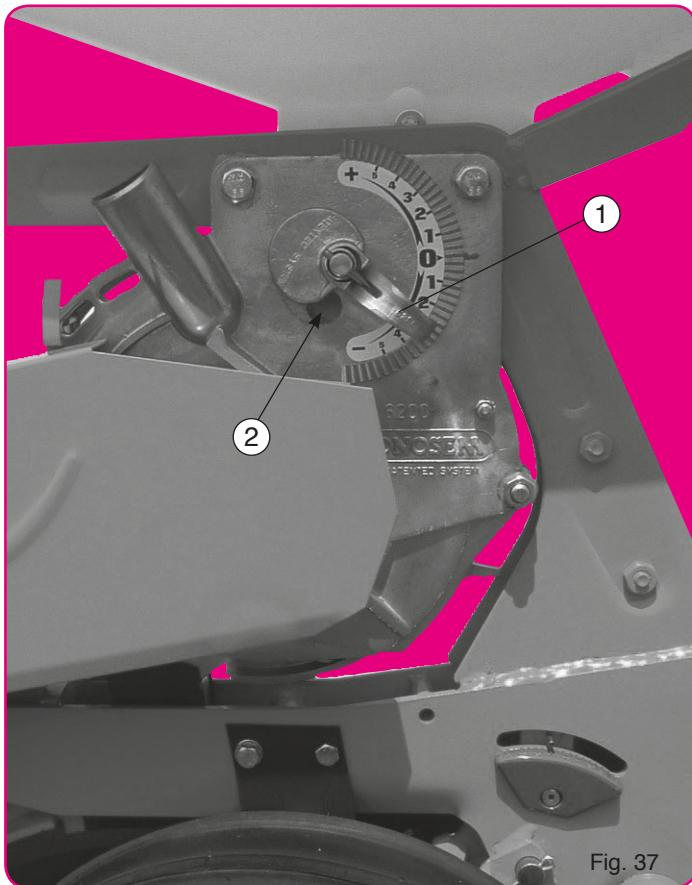

Fig. 37
L'index ① descendu vers le - (fig. 37) rapproche la plaque des trous, réduit l'aspiration (en ouvrant la prise d'air ②) ce qui provoque une tendance aux manques. Une fenêtre de contrôle sur le couvercle permet de s'assurer des résultats.
When the indicator ① is positioned to - (fig. 37), it lowers the scraper over the holes, reducing the degree of suction (opening the size of the hole ②). This may cause skipping. A control window in the cover allows you to check the results.
Wenn der Wahlhebel ① auf - (Abb. 37) gestellt wird, verkleinert der Abstreifer die Löcher in der Säzscheibe. Gleichzeitig wird die Saugleistung (das Lüftungsloch wird geöffnet) verringert ②. Bei dieser Einstellung können Fehlbelegungen vorkommen.